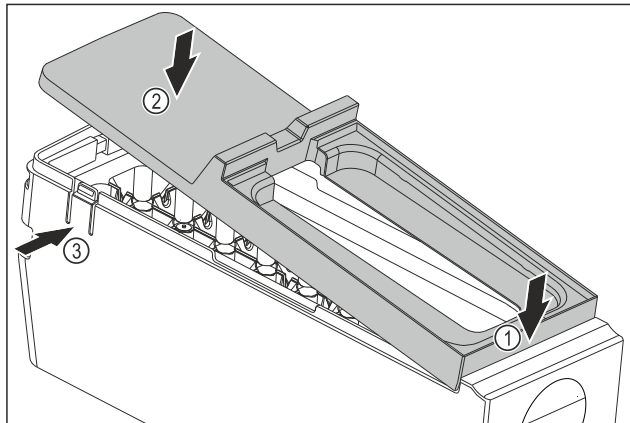

Fig. 88
- Montáž krytu korpusu EasyTwist-Ice: Kryt nasadíte vpredu. Fig. 88 (1)
- Kryt spustíte dozadu. Fig. 88 (2)
- Kryt počuteľne zapadne od oboch strmeňov Fig. 88 (3).